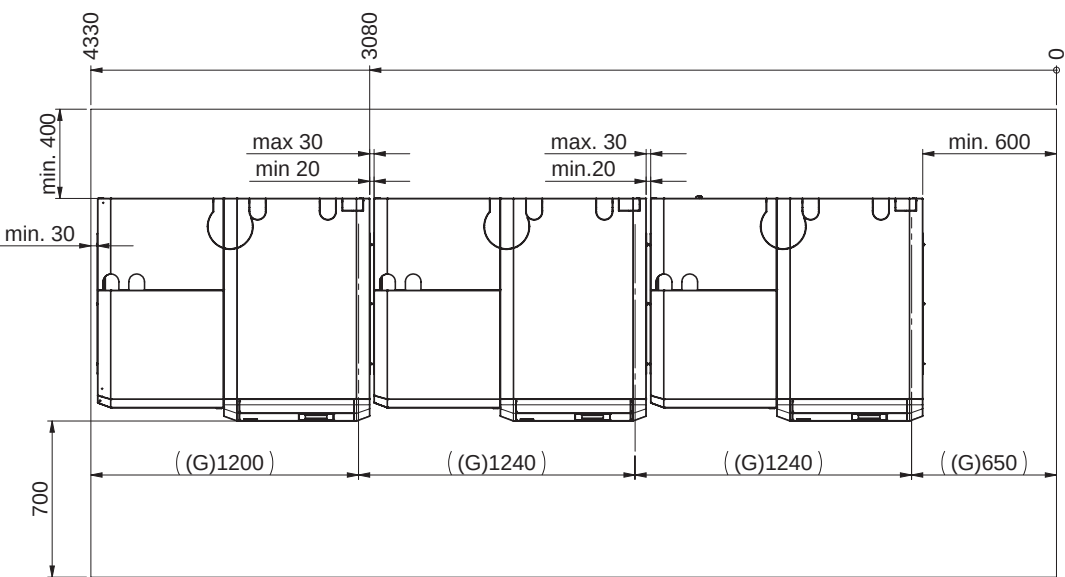

Fig. 19 BioWIN 2 Touch BWE 382-632 Cascata – vista dall'alto
- Distanza l'una dall'altra di 20-30 mm – Fig. 19, con questa configurazione, le coperture del rivestimento devono essere rimosse prima di montare le pareti laterali – vedi punto 12.14 e punto 12.18.